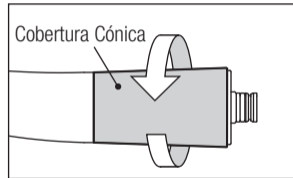

Fig. 11
- 1) Desaperte e remova a cobertura cônica na parte posterior da turbina (Fig. 11).